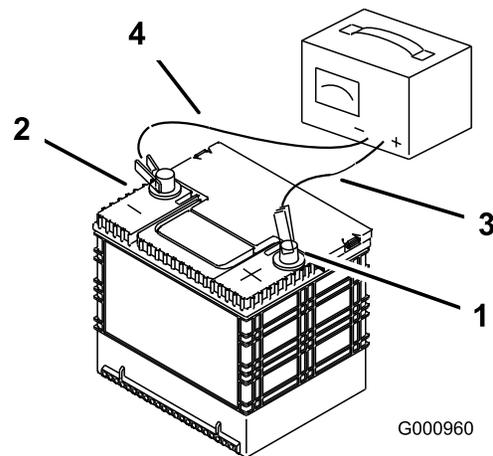

図 57
3. 充電が終わったら、チャージャのプラグをコンセントから抜いてから、チャージャのリード線をバッテリー端子から外す 図 57。